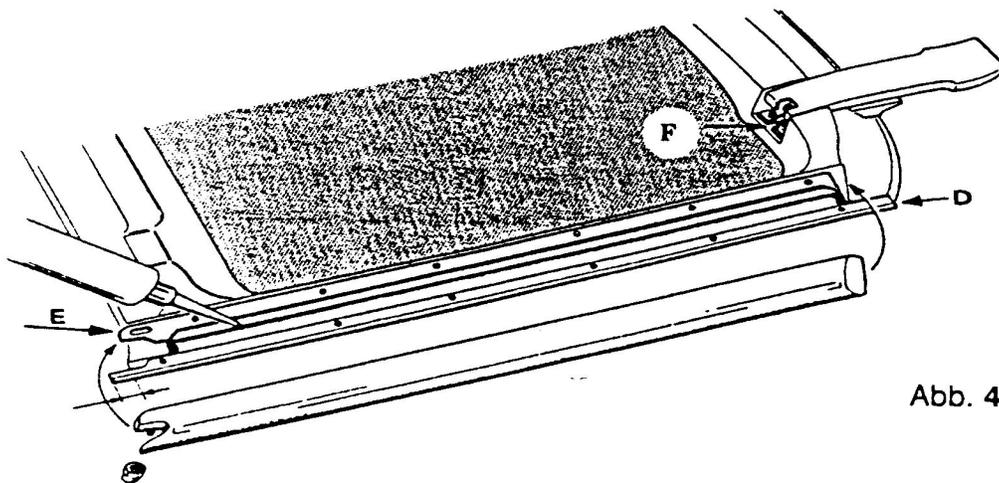
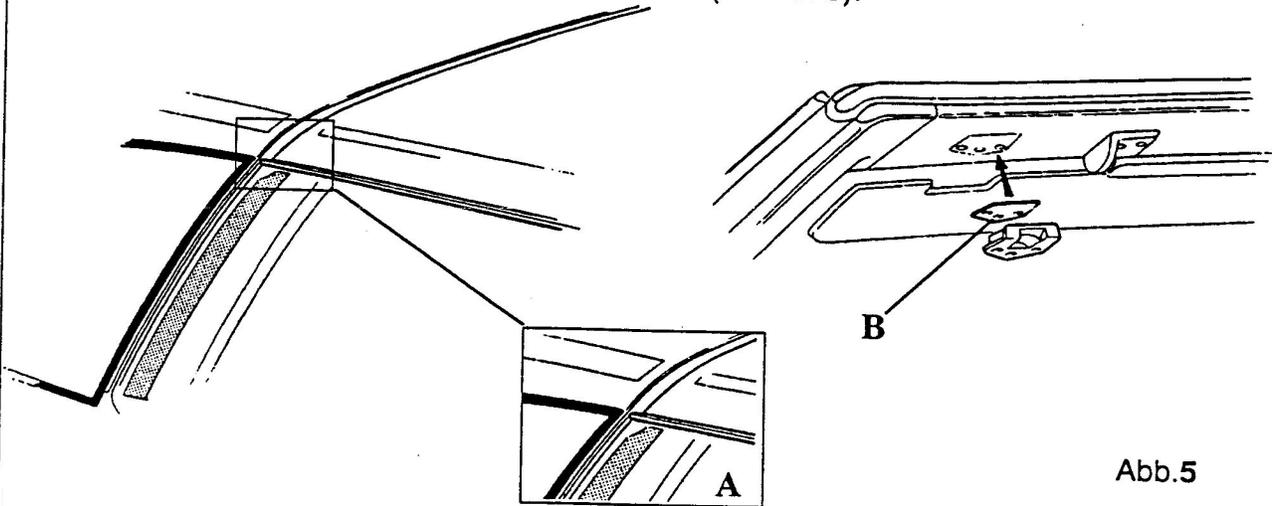

Abb. 4
Abb.5
- Die neue Regenleiste aufmontieren welche auf der Vorderseite mit der Dachprofilierung (Punkt D Abb. 4) übereinstimmen muß. Auf der Rückseite entsteht ein Vorsprung von einigen mm (Bohren oder können die Bohrungen auf der Regenleiste etwas verschoben werden, damit sie mit den bestehenden Bohrungen im Dach übereinstimmen; die unverwendeten Bohrungen auf der Regenleiste werden mit Silikon verstopft).
- Die bestehende Bohrung (Punkt E Abb. 4) falls erforderlich fräsen.
- Die neue Seitendichtung montieren und im Punkt E Abb. 4 befestigen.
- Das Dach in den entsprechenden Sitz einmontieren und eventuell die Belastung mit Hilfe der Zwischenlegscheiben der Zchnng. Nr. 62338700 (B Abb. 5) oder Zchnng. Nr. 60399003 (F Fig.4) unter dem Griff einstellen.
Bemerkung: Die neue Regenleiste verfügt über eine herausragende Hinterseite, welche genau in den Sitz in der Dichtung passen muß (A Abb. 5).